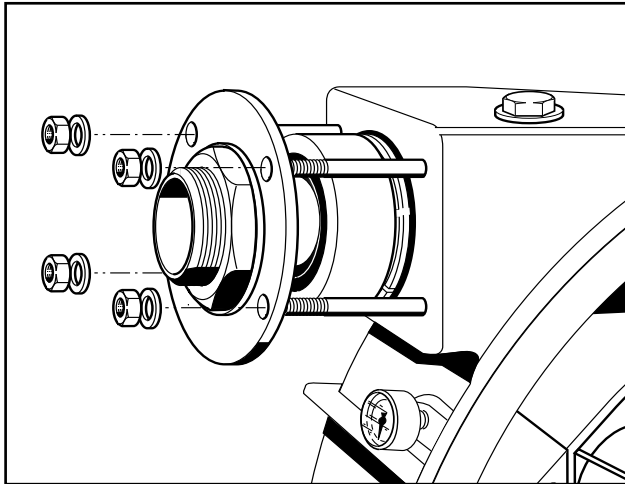

Fig. 28 Desmontaje de la boquilla de unión
5. A continuación, las chapas de soporte (Fig. 28) se quitan si se quiere reducir la presión de bombeo y se colocan más chapas de soporte adicionales si se requiere el aumento de la presión de bombeo. Cuando modifique las chapas de soporte, tenga presente que deben modificarse en la misma medida debajo de las dos zapatas de deslizamiento. Las medidas deben atenerse exactamente a la tabla (véase más abajo).